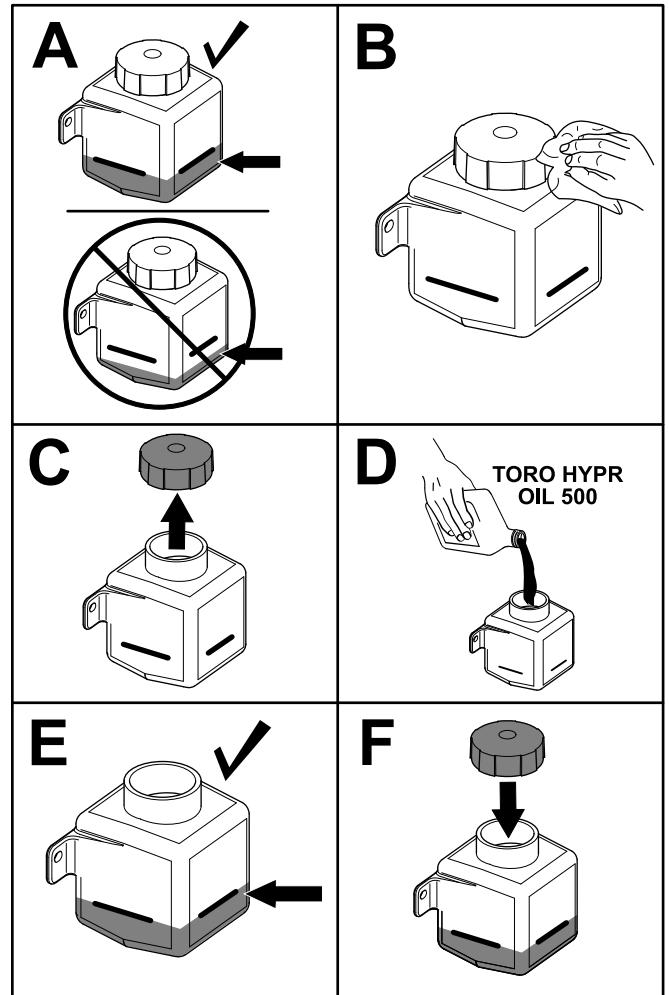

図 61
- 油圧オイルタンク側部で油圧オイルの量を確認する図 61。オイル量が不足している場合は、以下の作業を行う。
- 油圧オイルタンクのキャップの周囲をきれいに拭く図 61。
- キャップを外し、適正レベルまで油圧オイルを補給する図 61。
- タンクにキャップを取り付ける図 61。